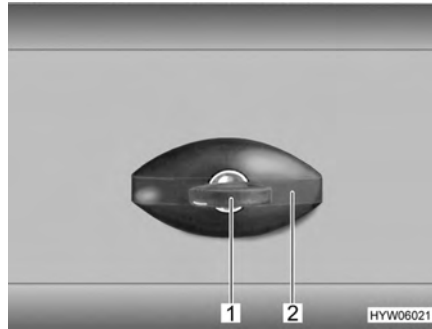

Fig. 43 Serrure du portillon, en forme d'ellipse
- Insérer la clé dans le barillet (Fig. 43,1) et la tourner d'un quart de tour dans le sens inverse des aiguilles d'une montre. La poignée de la serrure (Fig. 43,2) ressort.